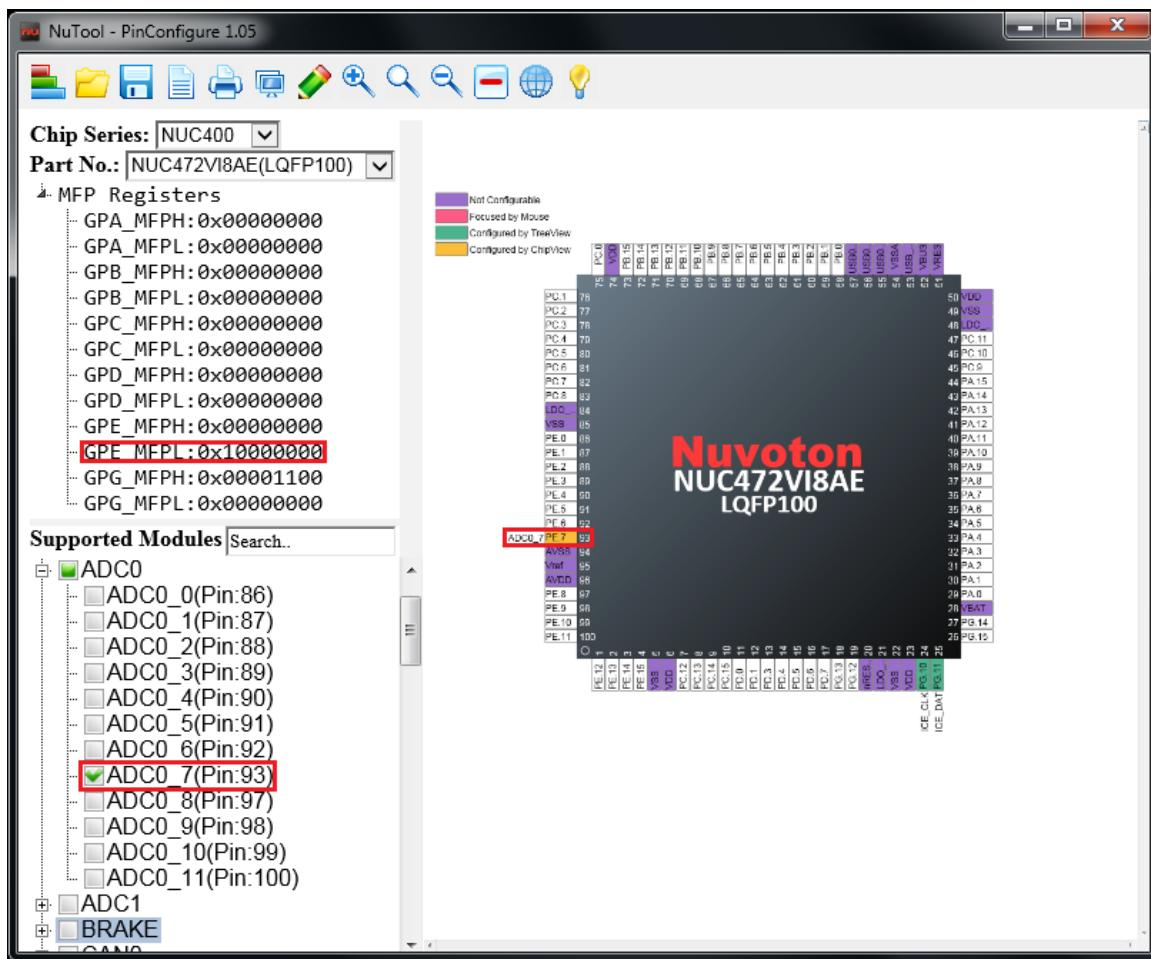

图 3-9 通过个别管脚设置 ADC0_7 的结果
2. 移动鼠标到选项中，并且点击想要的功能。单独的管脚设定完成之后，此时在树状图与 MFP 寄存器也会同步更新(参照图 3-9)。